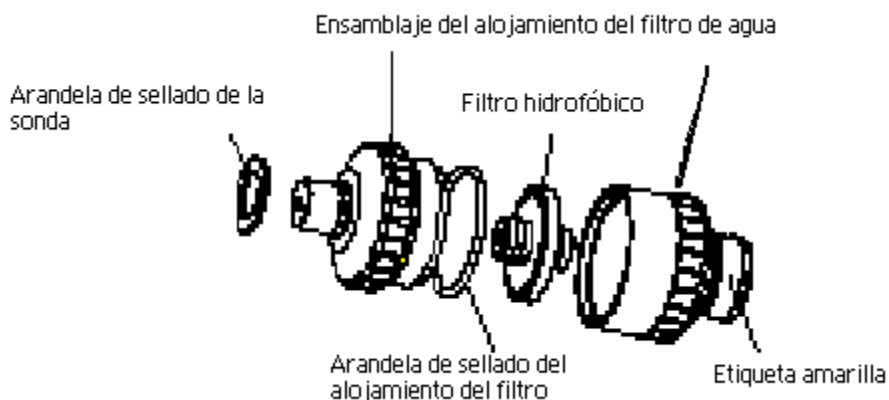

Figura 4.5 Ensamblaje del filtro del agua
- 1) Destornille el ensamblaje del filtro (Figura 4.5)